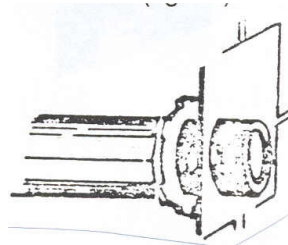

Fig. 27
- b) Coloque uma das pontas do tubo numa das caixas e experimente enfiar a outra ponta do tubo na outra caixa. (fig. 27).